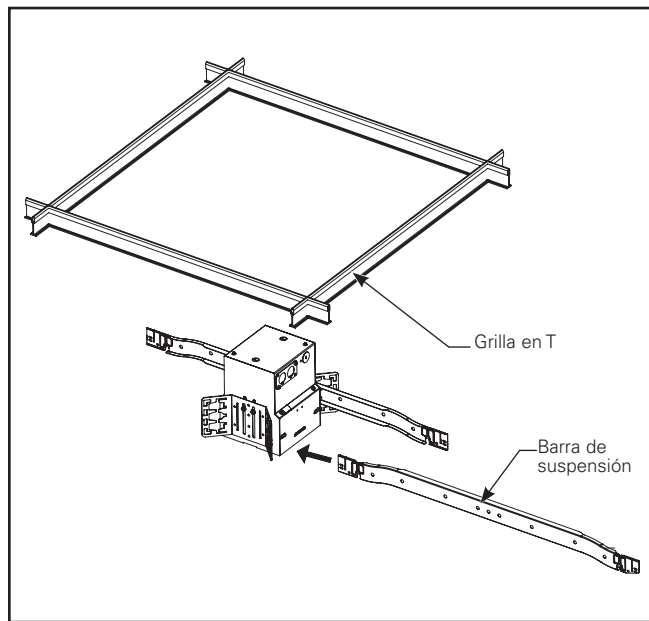

Figura 1.2.
2. Instale la sección empotrada en la grilla en T o la estructura del techo utilizando soportes de montaje de mariposa en el lado del alojamiento para adaptarse a una variedad de ganchos para colgar barras, que incluyen el canal en C y EMT (Figura 1.2 y 1.3). Las barras se piden por separado. Las barras de accesorios Cooper Lighting están disponibles: